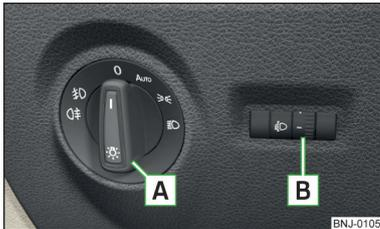

Abb. 41
Bei Fahrzeugen mit Rechtslenkung weicht die Anordnung der Bedienungselemente zum Teil von der in » Abb. 41 auf Seite 61 gezeigten Anordnung ab. Die Symbole, die die Stellungen der Bedienungselemente markieren, sind gleich.
Ausstattungsabhängig kann der Lichtschalter **A** » Abb. 41 in die folgenden Stellungen bewegt werden.
Durch Drehen des Drehreglers **B** » Abb. 41 aus der Stellung — in 3 wird die Leuchtweitenregulierung allmählich angepasst und dadurch der Lichtkegel verkürzt.
- ✓ Der Lichtschalter befindet sich in der Stellung 0 oder **AUTO** » Abb. 41 auf Seite 61.